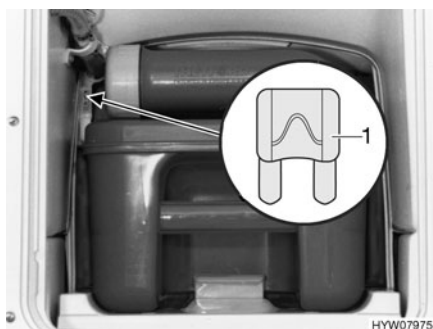
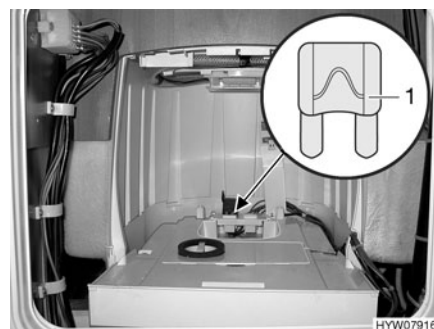

Fig. 142 Fusible des toilettes Thetford
Fig. 143 Fusible des toilettes Thetford (alternative)
- Changer le fusible (Fig. 142,1 ou. Fig. 143,1).